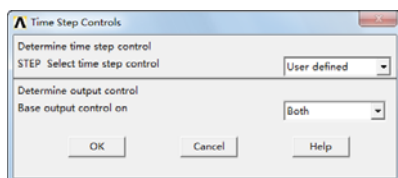

图 9-121 “Time Step Controls”对话框
④依次选择 Main Menu→Solution→FLOTTRAN Set Up→Execution Ctrl, 会弹出“Time Step Controls”对话框, 如图 9-121 所示, 在“STEP Select time step control”后的选择列表选择“User defined”, 在“Base output control on”后的选择列表中选择“Both”。